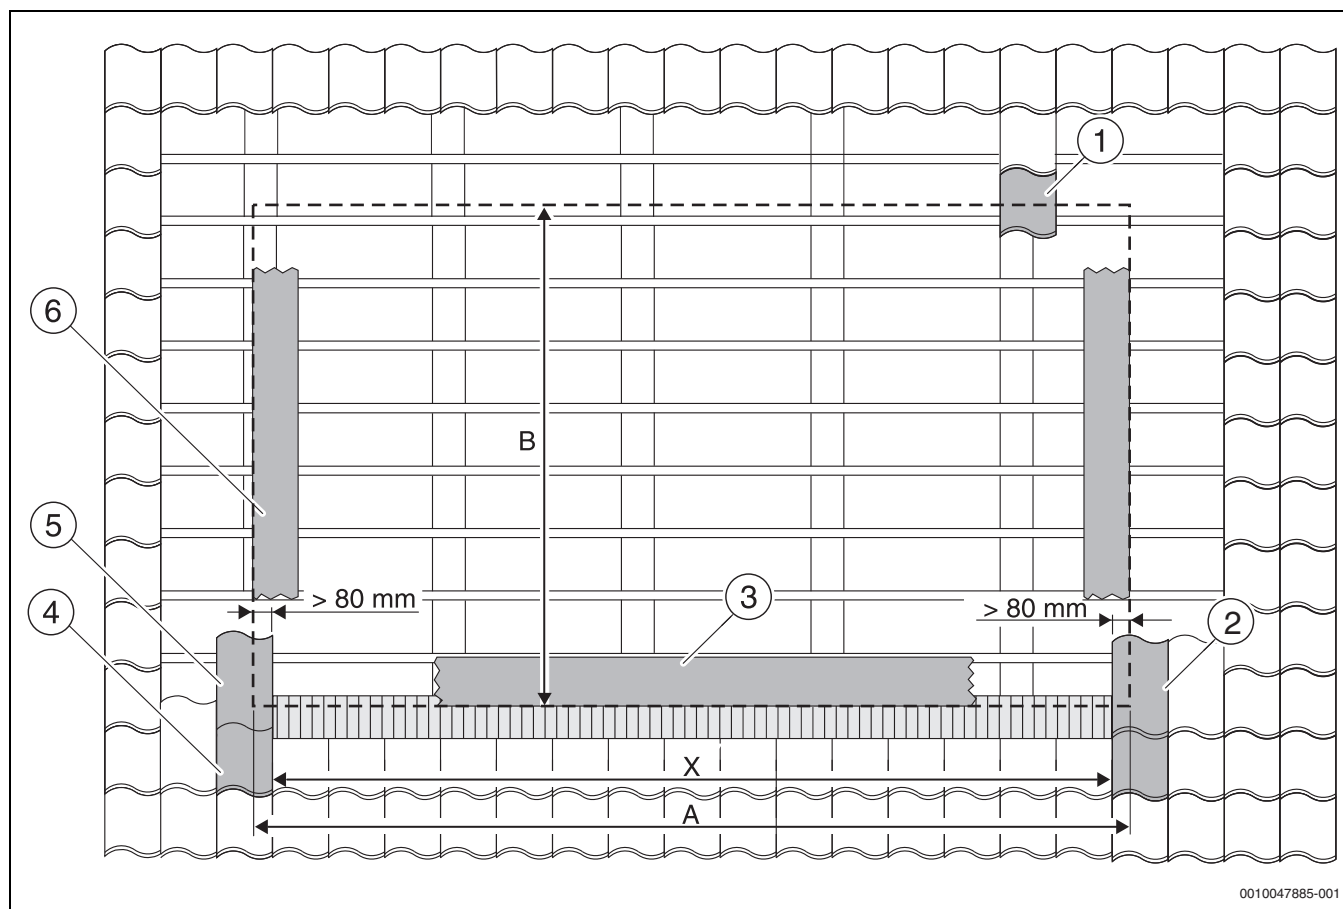

Fig. 17 Position du champ de capteurs
- Reporter la dimension X sur le toit et déterminer la rangée des tuiles de gauche (→ figure 17, [5]).
- Déterminer la rangée de tuiles de droite (→ figure 17, [2]), qui devra éventuellement être coupée ultérieurement lors de la couverture.
- Déterminer la rangée de tuiles inférieure en tenant compte de la dimension B (→ figure 17, [4]).
- Déterminer la rangée de tuiles supérieure, qui devra éventuellement être coupée ultérieurement lors de la couverture (→ figure 17, [1]).